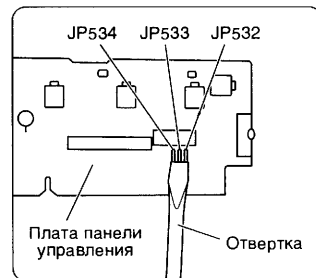

Рис. 20. Расположение проволочных перемычек на плате панели управления
5. Переключите одновременно три проволочных перемычки JP532, JP533, JP534 на плате панели управления с помощью отвертки (см. рис. 20).